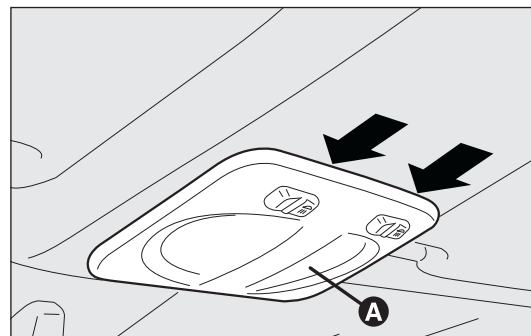
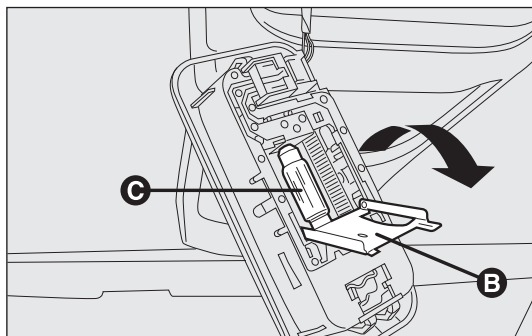

fig. 180
fig. 181
- agire nei punti indicati dalle frecce e rimuovere la plafoniera A-fig. 180;
- aprire lo sportellino di protezione B-fig. 181;
- sostituire le lampade C-fig. 181 svincolandole dai contatti laterali accertandosi che le nuove lampade risultino correttamente bloccate tra i contatti stessi;
- richiudere lo sportellino B-fig. 181 e fissare la plafoniera A-fig. 180 nel proprio alloggiamento accertandosi dell'avvenuto bloccaggio.